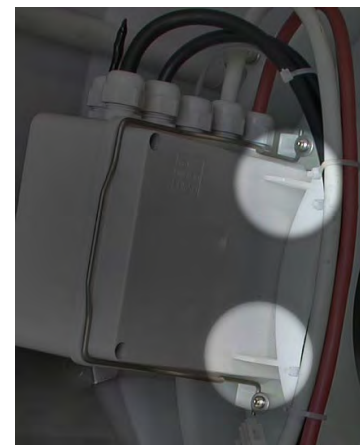

Fig. 17
- Compruebe que la caja eléctrica esté bien cerrada y colocada correctamente en su sede y el resorte apretado. La caja tiene que tener la superficie de la tapa apoyada en los dos elementos de contacto que se destacan en la Fig. 17